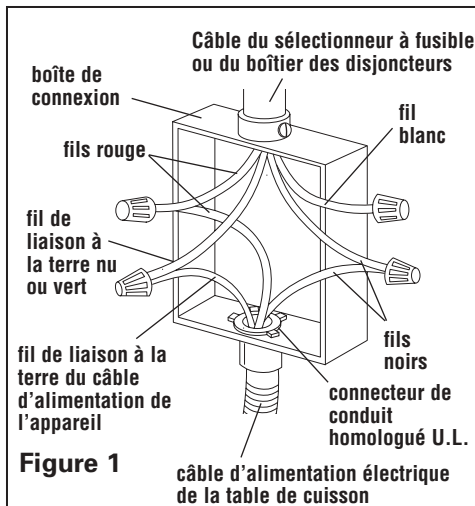

Figure 1
7. Connecter le fil vert de liaison à la terre du câble d'alimentation au fil vert de la boîte de connexion ou autre connecteur de liaison à la terre au moyen d'un connecteur vissable. Voir Figure 1.